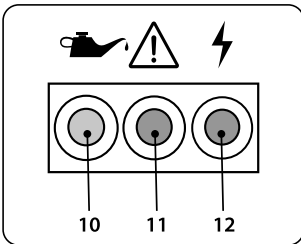

рис. 7
Индикатор переменного тока (12) (зеленый) (рис. 7) сигнализирует о включенном генераторе и нормальной его работе.
Индикатор перегрузки (11) (красный) (рис. 7) загорается, когда фиксируется перегрузка или возрастает выходное напряжение генератора.
Индикатор низкого уровня масла (10) (красный) (рис. 7) сигнализирует об уровне масла ниже допустимого. Когда уровень масла падает ниже минимального, двигатель автоматически останавливается, при этом выключатель двигателя остается в положении «ВКЛ». Двигатель не запустится, пока не будет добавлено необходимое количества масла.